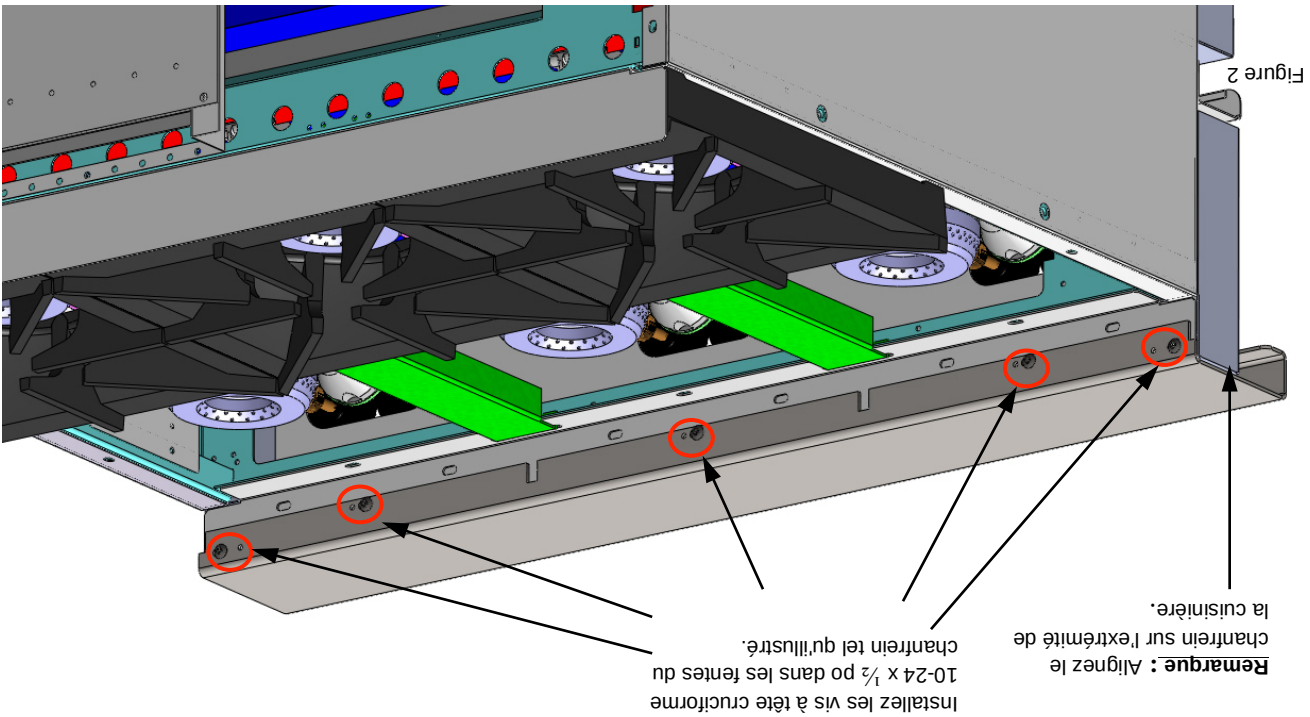

Figure 2
- 4.) Installez une autre vis en suivant la largeur de la cuisinière, tel qu'illustré à la figure 2. Réglez l'alignement et serrez complètement la vis.